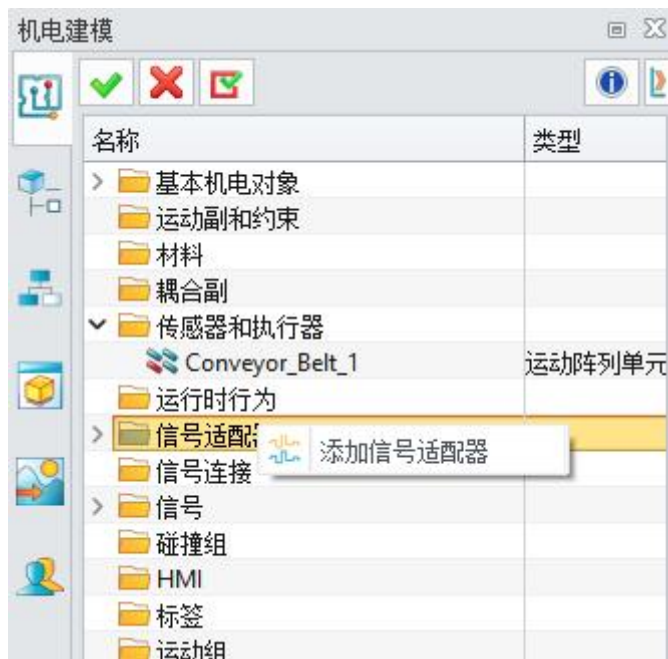

图 7-14: 添加信号适配器
- 在“信号适配器”中右键单击，然后选择“添加信号适配器”。(图 7-14)